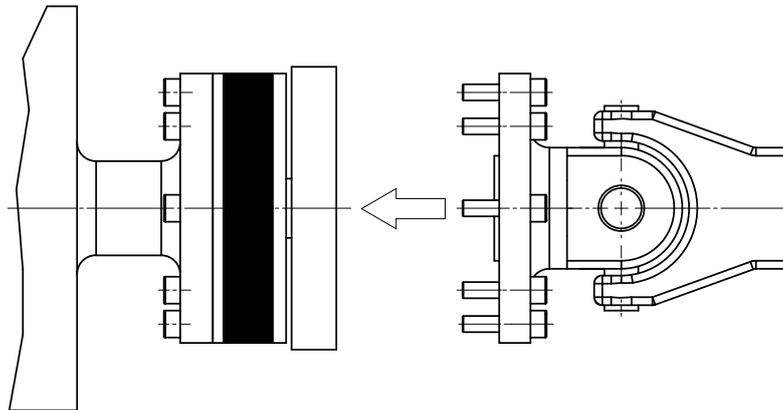

Figure 2-10 Montage d'un accouplement sur un TF
2. Fixer l'accouplement ou l'arbre à cardan, qu'ils soient doubles ou simples, sur le couplemètre (figure 2-10).